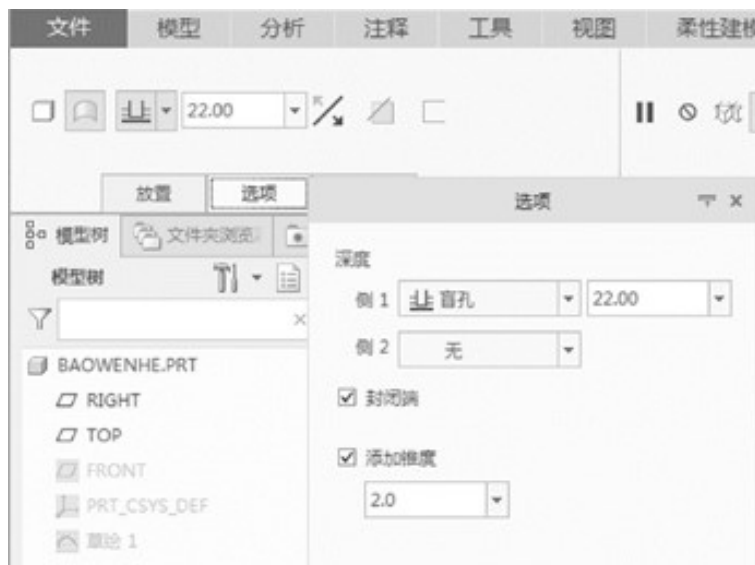

图4-3 设定“拉伸”操控板
Step 10 在“拉伸”操控板中单击“拉伸为曲面”按钮，单击“选项”按钮，在“侧1”下拉列表中选择“盲孔”选项，设置“深度”为22mm，在“侧2”下拉列表中选择“无”，选中“封闭端”和“添加锥角”复选框，设置“锥度”为 2° ，如图4-3所示。